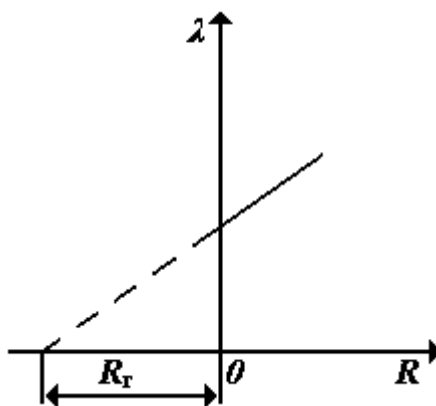

Рис.4
7. Постройте график зависимости логарифмического декремента λ от сопротивления R и, экстраполируя прямую $\lambda = \lambda(R)$ до пересечения с осью R , определите полное сопротивление контура ($R_L + R_0 + R_{ген}$) рис.4.